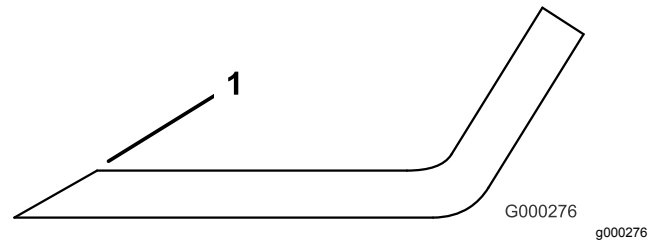

Bild 75
1. Schärfen Sie die Schnittkanten an beiden Enden des Messers (Bild 75).